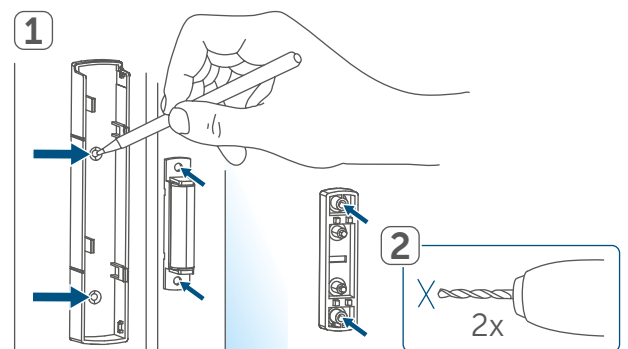

Figura 9
- Separe el soporte (A) de la unidad electrónica (B) deslizándolo hacia abajo y sacándolo hacia atrás (→véase la figura).
- Introduzca dos pilas LR03/Micro/AAA de 1,5 V nuevas en la posición correcta según las marcas de polaridad grabadas (F) (véase la figura 9).